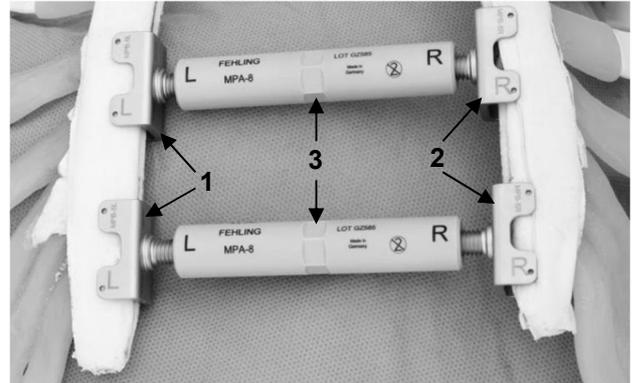

Abb. 2: Konfigurationsbeispiel für die Anwendung bei Osteoporose
Anders als bei den übrigen Patientengruppen müssen jeweils **zwei** Sternumoffenhalter, bestehend aus einer PEEK-Mutter (3) und zwei Sternumblättern (1 und 2) (MPB-5R/L, MPB-6R/L), parallel zueinander eingesetzt werden (Abb. 2).